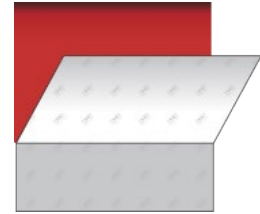

Abbildung 05
- › Schließlich den Anschluss entfernen, um für die weiteren Flächen mit dem Abziehen des Abdeckpapiers fortzufahren (siehe darauffolgende Absätze). (Abb. 05)